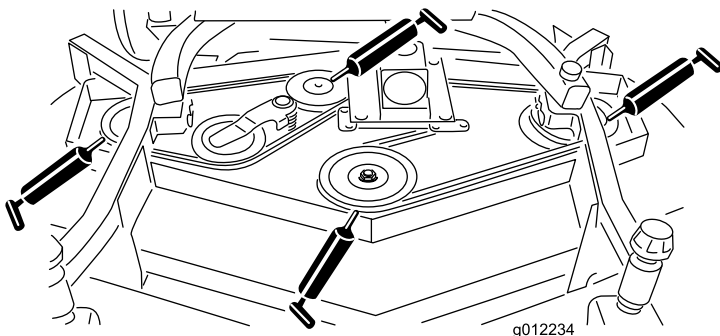

Figura 21
- Cojinetes del eje (3) (situados debajo de la polea) (Figura 21).
- Cojinetes del eje del brazo tensor (Figura 21)